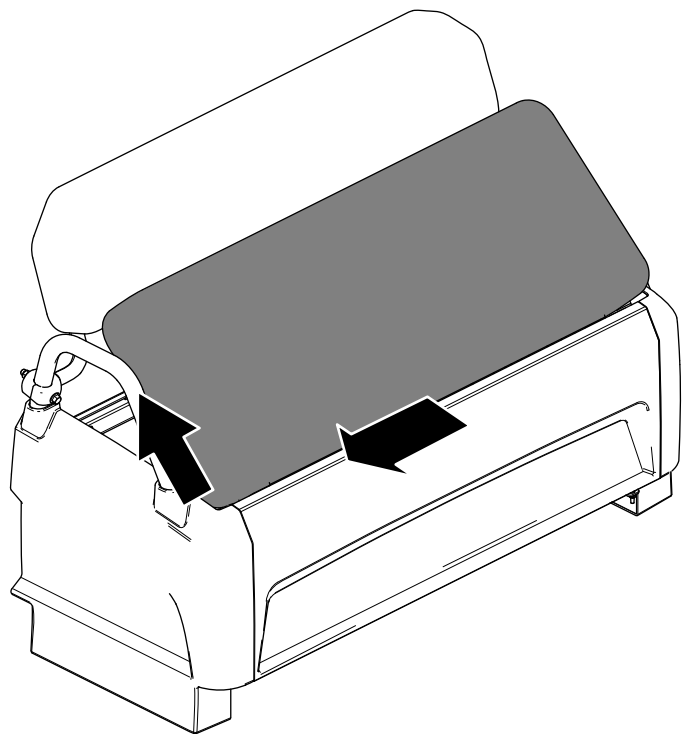

Figura 24
2. Fate scorrere il cuscino lateralmente estraendolo dai perni e sollevatelo (Figura 24).